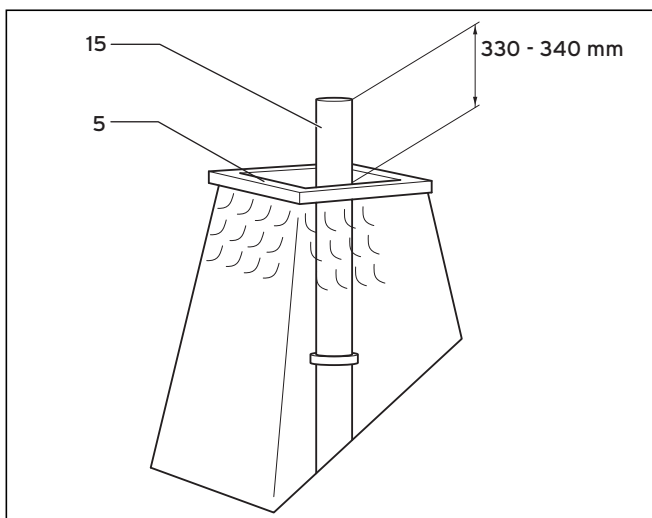

Bild 6.35 Kapa röret av rostfritt stål
- Kapa röret av rostfritt stål (15) enligt bild 6.35.
- Skjut in det rostfria röret (15) i anslutningsdelen (3).